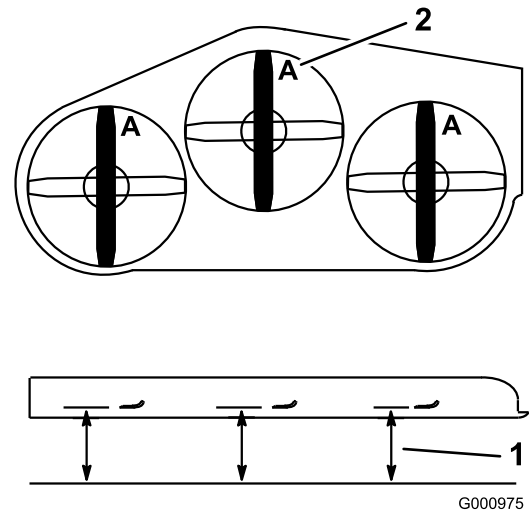

**Figura 67**
1. Inspeccione los filos de corte (Figura 67).
4. Si observa fisuras, desgaste o la formación de una ranura en esta zona, instale de inmediato una cuchilla nueva (Figura 67).